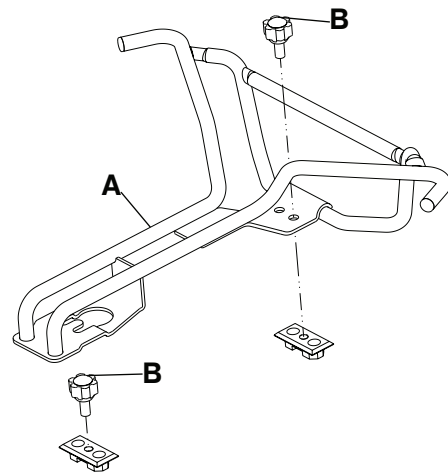

Figura 12 – Colocación y sujeción del cuerno sobre las placas de suelo
7. Coloque el cuerno sobre las placas de suelo y sujételo (A) con las perillas rojas (B) (Figura 12).